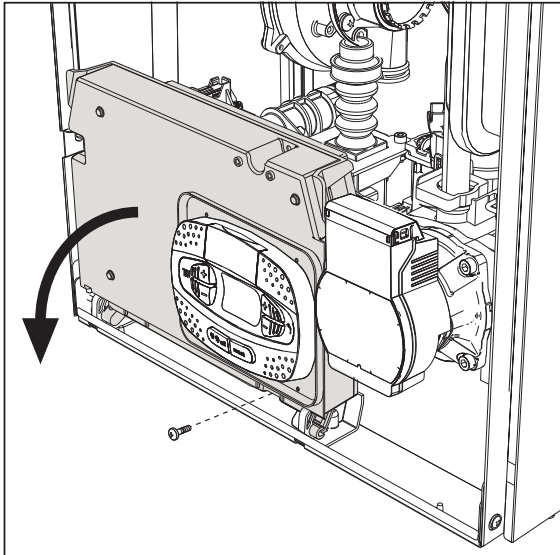
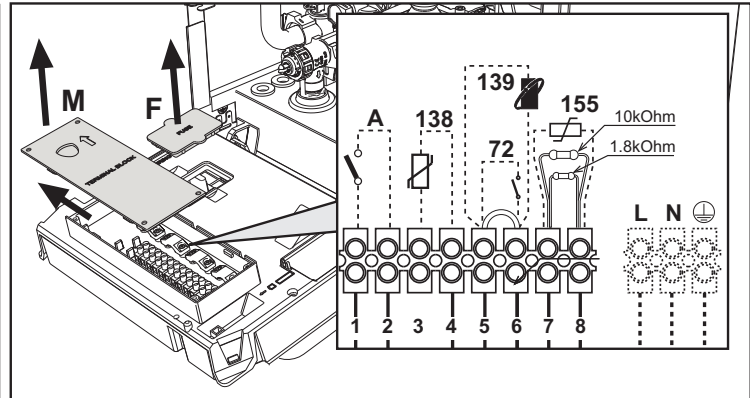

fig. 20
fig. 21
După ce ați scos panoul frontal ( \*\*\* 'Deschiderea panoului frontal' on page 130 \*\*\* ) veți putea avea acces la panoul de borne (M) și la siguranța (F) urmând indicațiile descrise în continuare (fig. 20 și fig. 21). **Bornele indicate în fig. 21 trebuie să aibă contactele curate (nu 230 V).** Dispunerea bornelor pentru diferitele conexiuni este indicată și în diagrama electrică din fig. 57.